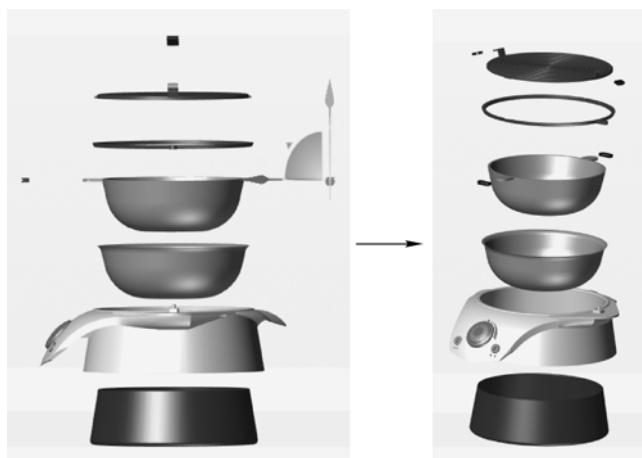

图 8-25 爆炸视图微调和爆炸视图最终效果
STEP 2 单击“变换”选项卡中的“平移”按钮，然后选择个别角色，再通过拖动其轴向箭头位置的方式，调整个别角色的位置完成操作，如图 8-25 所示（特别是烧烤炉的两个提手位置的护套，应调整为与其母模型对齐，再水平方向移动）。